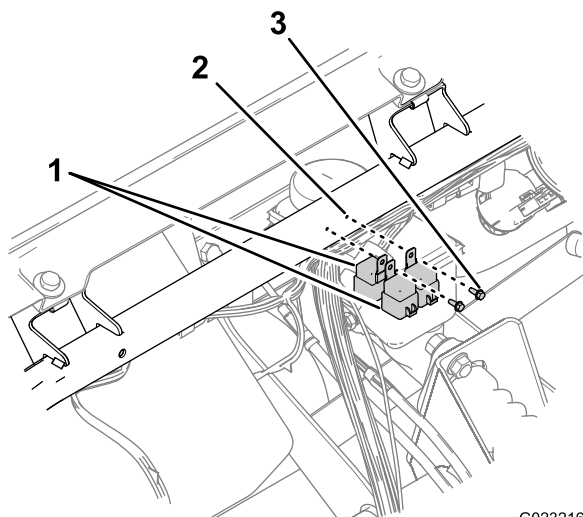

図 15
- ダッシュボード支持チューブにいま開けたうちの右側の穴に、リレーを固定するボルト 1/4 x 5/8 インチを使用する 図 15。
- ふたつのリレーを背中合わせにする 図 15。
- ダッシュボード支持チューブにいま開けたうちの左側の穴に、リレー2個を固定するボルト 1/4 x 5/8 インチを使用する 図 15。